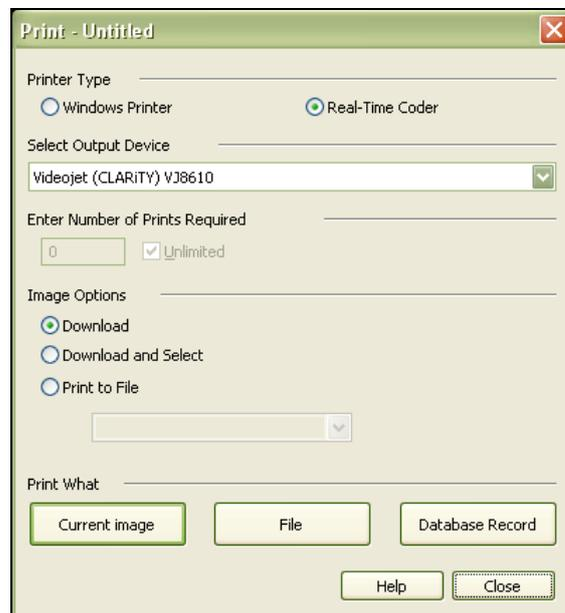

Рис. 5-22: Выбор устройства вывода
- 2 Щелкните значок принтера на панели программы CLARiSOFT. На экране отображается окно *Печать* (см. Рис. 5-22 на стр. 5-22).